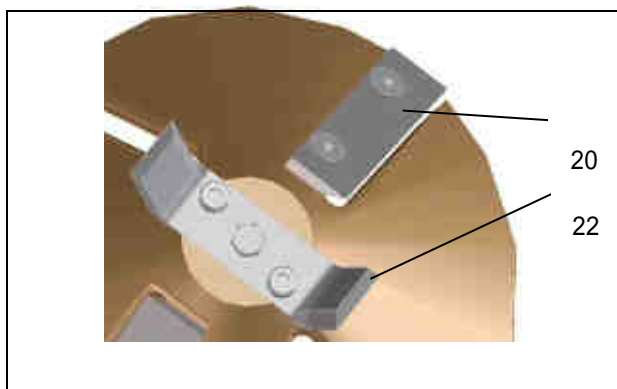

Bild 8: Vorzerkleinerer und Hauptmesser
3. Vorzerkleinerer (→ Bild 8, [22]) bzw. Hauptmesser (→ Bild 8, [20]) abschrauben.
7. Den Kegelkopf-Stopp (→ Bild 8, [34]) abmontieren und entnehmen.